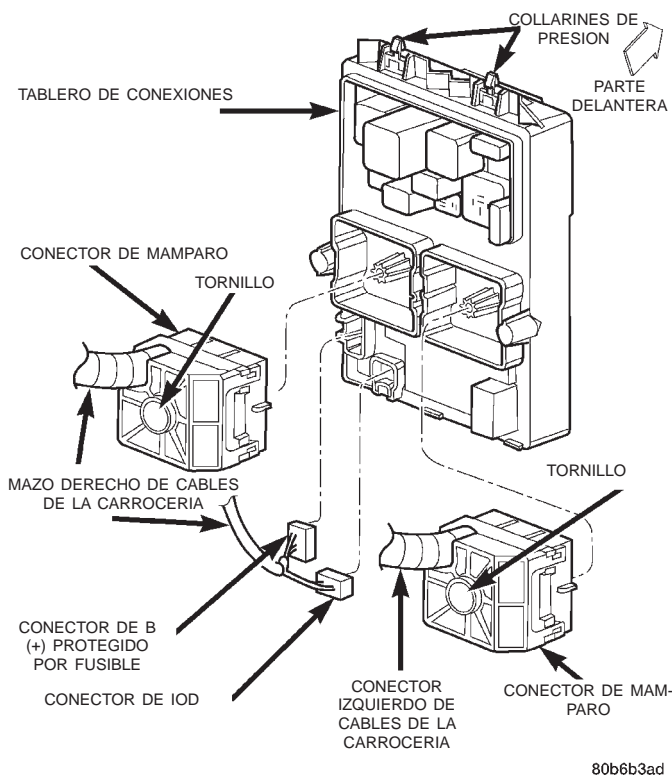

Fig. 6 Conexiones del tablero de conexiones
(5) Acceda detrás del tablero de conexiones para retirar el tornillo que fija el conector de mamparo del mazo de cables del tablero de instrumentos en el receptáculo del conector, cerca de la parte superior del tablero de conexiones y desconecte el conector.
(6) Desconecte los conectores de mazo de cables de B (+) protegido por fusible y IOD de los receptáculos de los conectores cerca de la parte inferior del tablero de conexiones (Fig. 6).